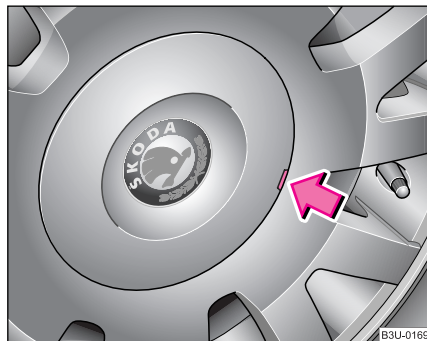

Fig. 178 Înlocuirea roții: Desprinderea ornamentelor
- Mișcați cu atenție ornamentul cu ajutorul cârligului ♥ fig. 178. ■